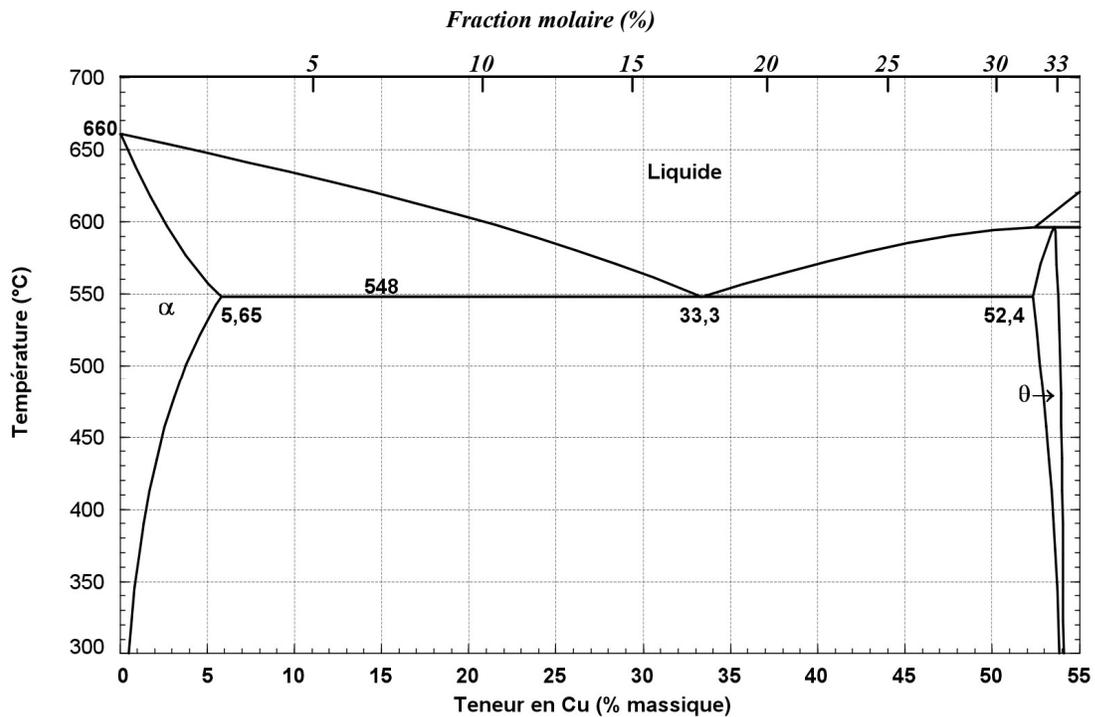
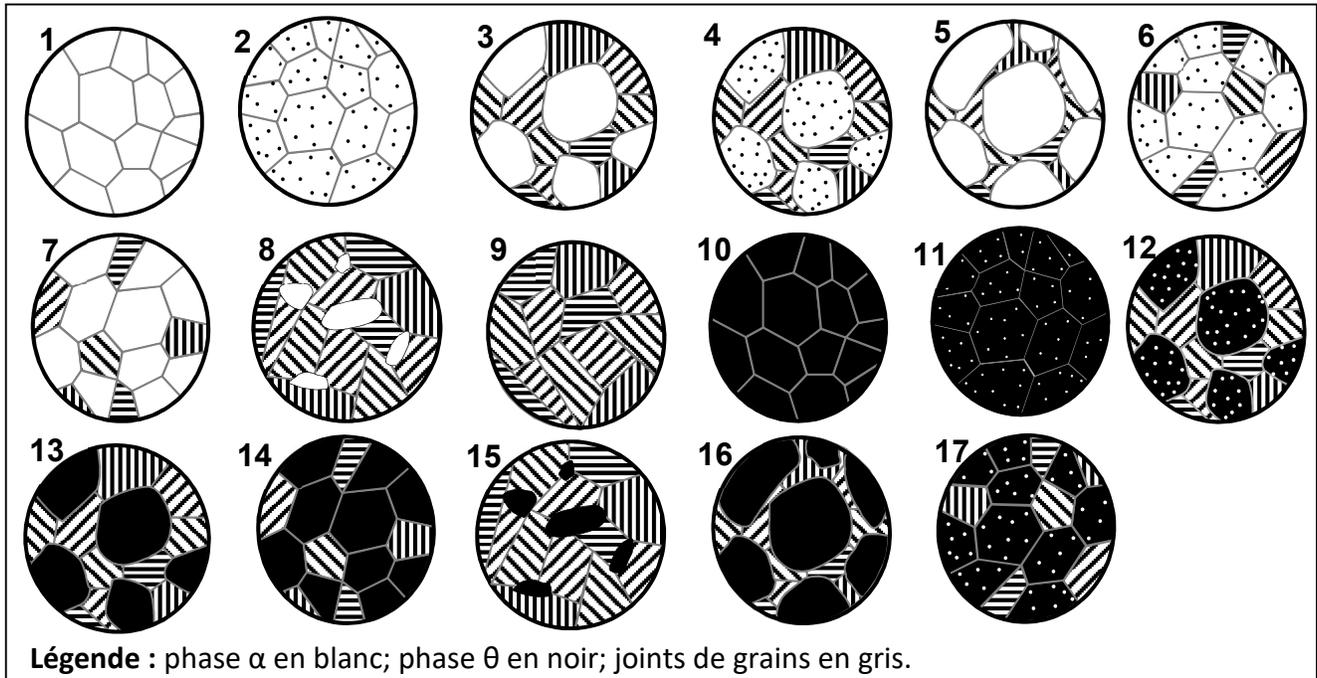
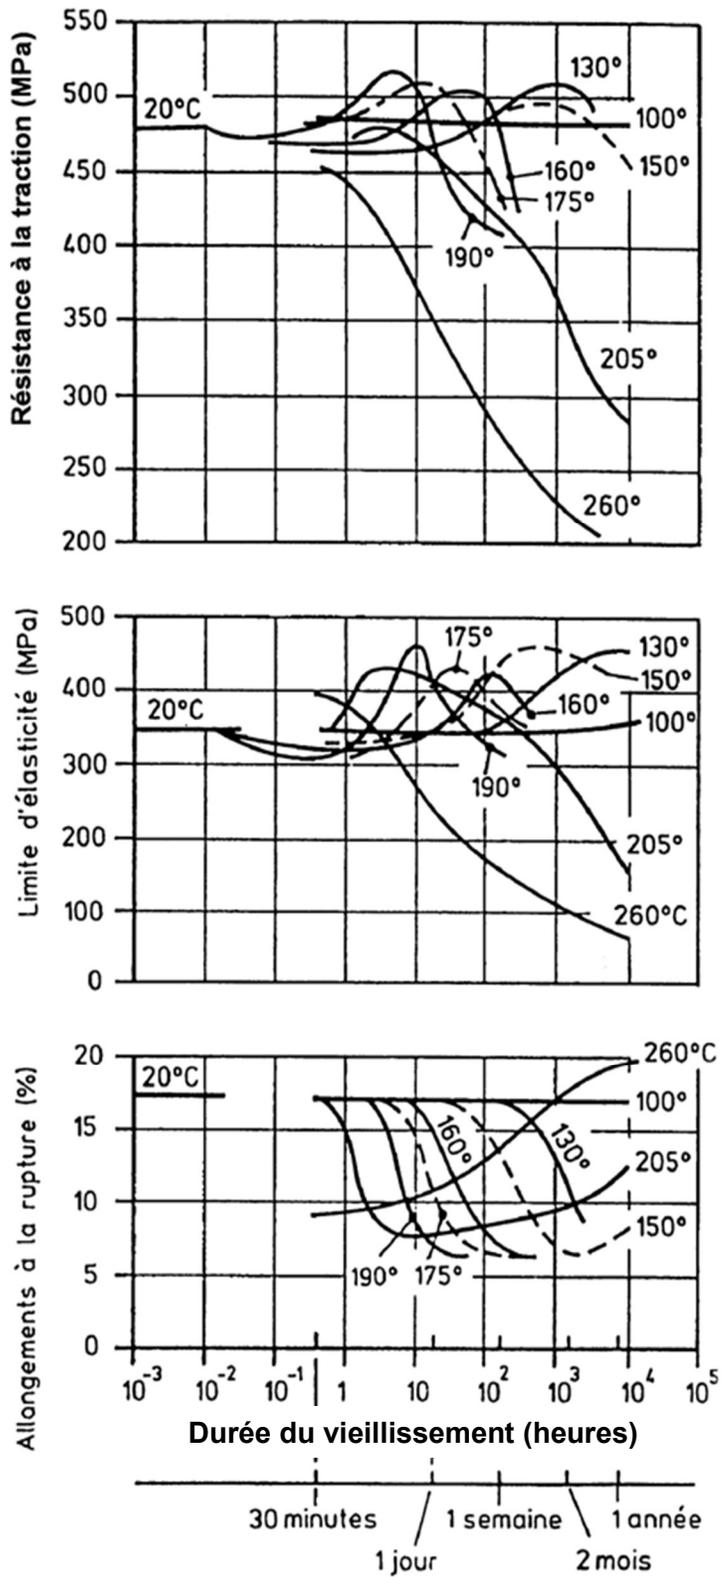

Figure 3 : Portion du diagramme d'équilibre Al-Cu
Figure 4 : Schémas de microstructures à l'équilibre à 300 °C
Figure 5 : Variation des propriétés mécaniques en fonction du temps à différentes températures de vieillissement pour un alliage d'aluminium 2014.
Trois alliages binaires d'aluminium et de cuivre : A, B et C dont les teneurs en cuivre sont respectivement de 4 %, 33,3 % et 45% massique, sont refroidis très lentement à partir de l'état liquide jusqu'à la température ambiante. Vous disposez d'une portion du diagramme d'équilibre Al-Cu (figure 3) ainsi que les schémas de différentes microstructures à la figure 4.
- a) Pour chaque alliage, expliquez la séquence de formation des phases et des constituants à partir de l'état liquide jusqu'à 300 °C. Associez votre état final (à 300 °C) à l'une des microstructures schématisées à la figure 4. (9 points)
L'alliage d'aluminium ayant une teneur de 4 % massique en cuivre, se prête bien aux traitements thermiques. Vous disposez du diagramme d'équilibre Al-Cu à la figure 3 et des courbes donnant la variation des propriétés mécaniques en fonction du temps à différentes températures de vieillissement à la figure 5.